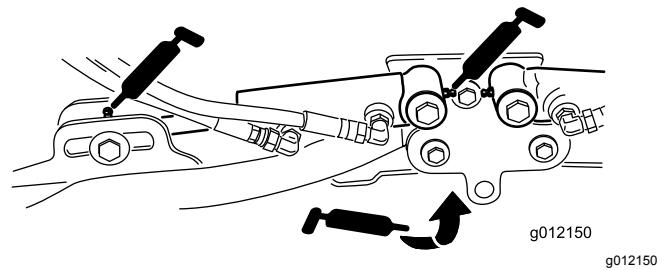

Figura 77
- Pivotes del brazo de elevación (1 en cada) (Figura 77)
- Cilindros del brazo de elevación de la unidad de corte (2 en cada) (Figura 77)